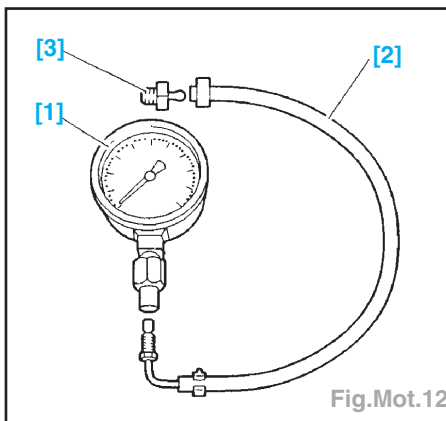
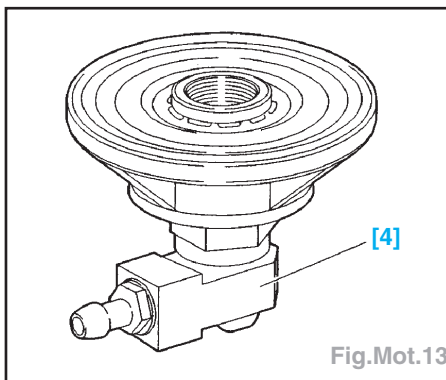

Fig.Mot.12
Fig.Mot.13
- Monter l'outil 7001-T (Fig.Mot.12) ou 4202.T (Fig.Mot.13).
- Poser l'ensemble des outils (1, 2 et 3 - Fig.Mot.12) ou (4 -Fig.Mot.13).